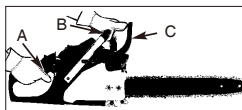

Fig. 10
3. Grip det bakre håndtaket (A) med høyre hånd (Fig. 10).
4. Med venstre hånd, hold fremre håndtak (B) [ikke KJEDEBREMSE-spake (C)] fast (Fig. 10).
5. Klem gasshåndtaket til 1/3 gasskontroll, aktiver deretter straks KJEDEBREMS-spaken (C) (Fig. 10).